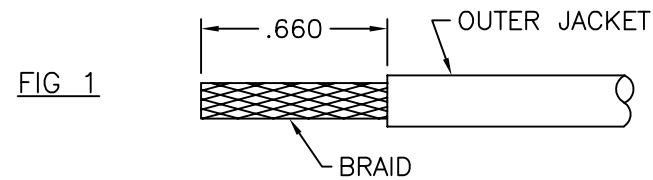

FIG 2
- REMOVE JACKET AS RECOMMENDED IN FIG 1, FOR -217 SEE FIG 2.
- COMB BRAID(S) BACK OVER JACKET (FIG 2).